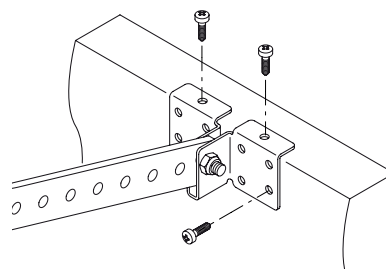

Fig.28
12) Per un fissaggio ottimale si consiglia di utilizzare tutte le forature presenti sulla staffa (10 viti) comprese quelle superiori evidenziate Fig.28.